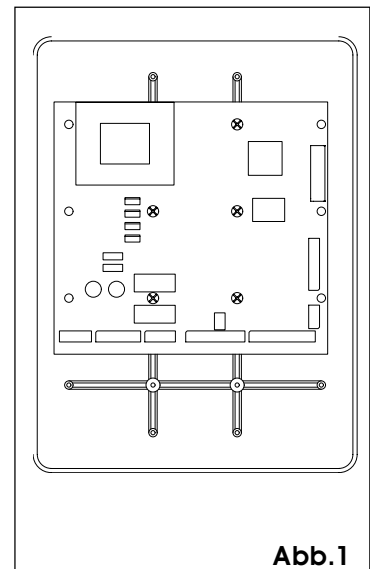

Abb.1
- Zur Befestigung des Steuergeräts im wasserdichten Gehäuse ist das Steuergerät gemäß Abb. 1 zu positionieren und mit den 5 mitgelieferten, selbstschneidenden Schrauben Ø4.2x13 zu befestigen. Dabei sollten Abstandstücke zwischen der Karte und den Führungen des dichten Gehäuses eingesetzt werden.